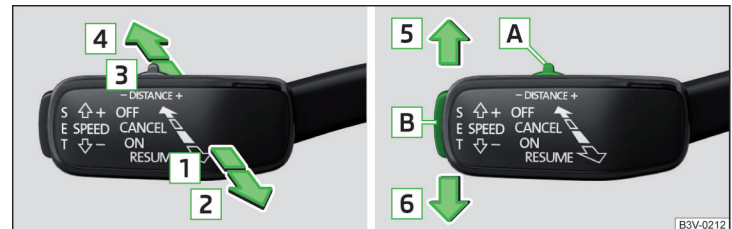

Abb. 303 Bedienungshebel
» Abb. 303
- Die Taste **SET** » **Abb. 303** auf Seite 259 drücken.
- **oder:** Den Hebel in die gefederte Stellung **RESUME** » **Abb. 303** auf Seite 259 einstellen.
- Den Hebel in die gefederte Stellung **CANCEL** » **Abb. 303** auf Seite 259 einstellen.
Die gewünschte Geschwindigkeit wird mit dem Bedienungshebel eingestellt oder geändert » **Abb. 303** auf Seite 259.
➤ Den Schalter **DISTANCE** in die gefederte Stellung – oder + einstellen » Abb. 303 auf Seite 259.
Ein Beschleunigungsvorgang kann jederzeit durch Betätigung des Bremspedals oder den Druckpunkt **CANCEL** am Bedienungshebel » Abb. 303 auf Seite 259 abgebrochen werden.